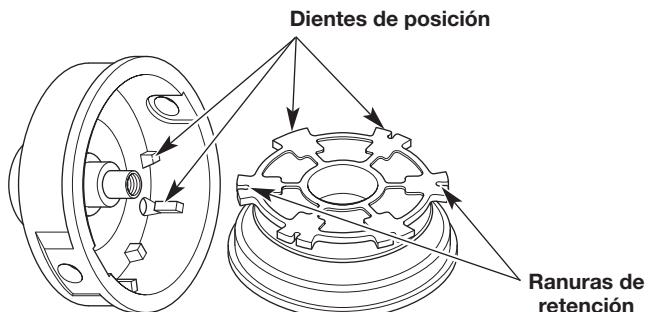

Fig. 12
- Controle los dientes de posición y las ranuras de retención para detectar si están desgastados (Fig. 12). Si es necesario, elimine las rebabas o reemplace el carrete interior y la bobina exterior.